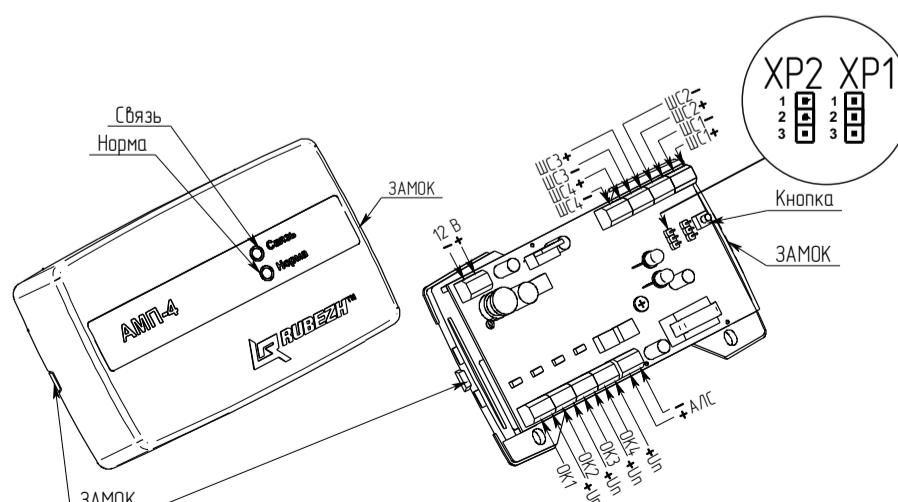

Рисунок 1
2.7 Адресная метка имеет четыре транзисторных ключа (выходы ОК1, ОК2, ОК3, ОК4 на рис.1) типа открытый коллектор (30 В, 0,5 А) с защитой от короткого замыкания.
4.2 На плате адресной метки имеется кнопка (см. рисунок 1). Кнопка предназначена для тестирования связи с прибором, а также для определения адреса устройства в АЛС и задания нового.
Заданный сброс ИП представляет собой кратковременное обесточивание шлейфа на 3 с и последующий контроль срабатывания ИП через 15 с после запитывания шлейфа. Возможно выключение функции защитного сброса перестановкой перемычек на контакты 2 и 3 разъемов XP1, XP2 (см. рисунок 1).
На контакты 2 и 3 разъемов ХР1, ХР2 (см. рисунок 1) должны быть установлены перемычки.